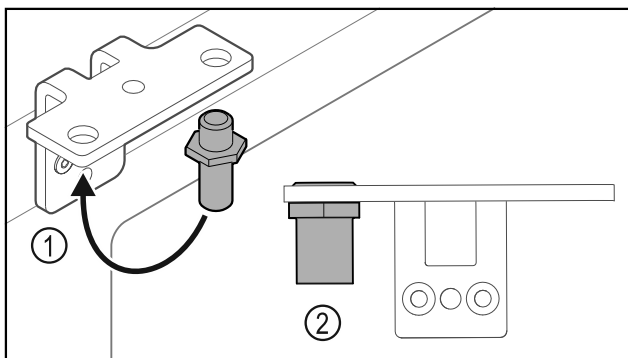

Fig. 34
- Bolzen Fig. 34 (1) im Scharnierwinkel umsetzen.
- Bolzen Fig. 34 (2) mit **Drehmoment von 12 Nm** anziehen.